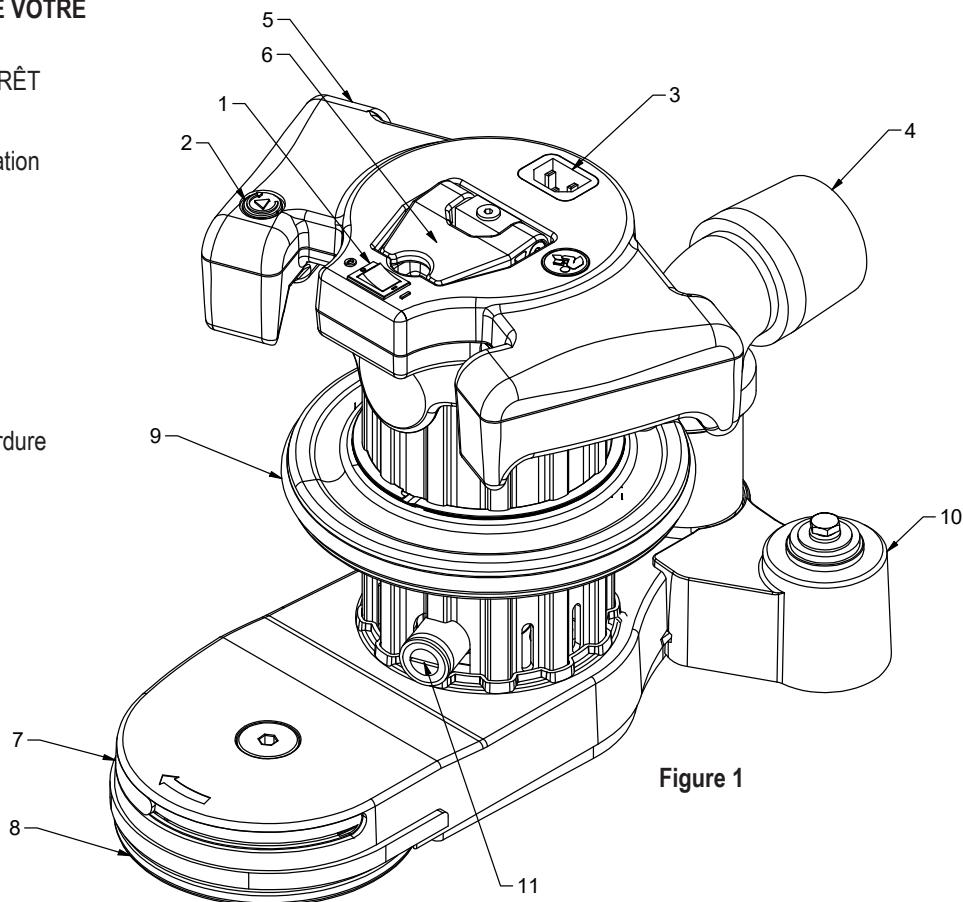

Figure 1
- Assurez-vous que le contacteur de commande est en position « ARRÊT » puis branchez le câble d'alimentation à un fusible correctement mis à la terre. Connectez le câble d'alimentation à la prise du cordon d'alimentation (Figure 1).
- Avec la machine en position inclinée, déplacez l'interrupteur MARCHE/ARRÊT sur la position « MARCHE » (Figure 1).